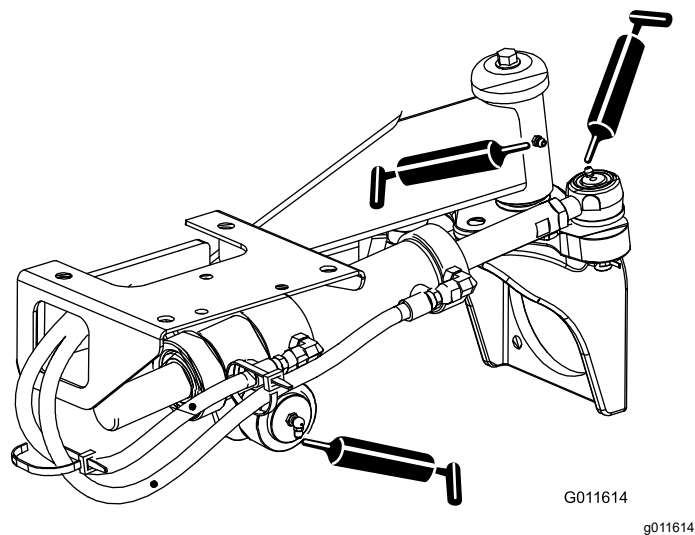

図 69
- ステアリングシリンダのボールジョイント2ヶ所と後アクスル1ヶ所 — 図 69